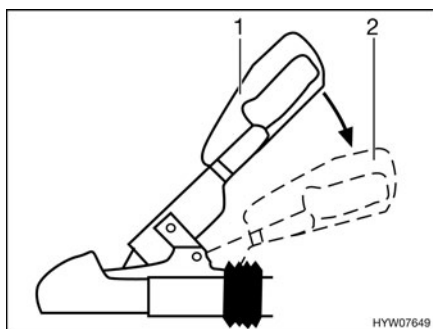

Fig. 158 Poignée de stabilisation
- Activer l'installation du dispositif de stabilisation. Appuyer la poignée d'attelage en position fermée (Fig. 158,1) jusqu'à la butée vers le bas (Fig. 158,2).